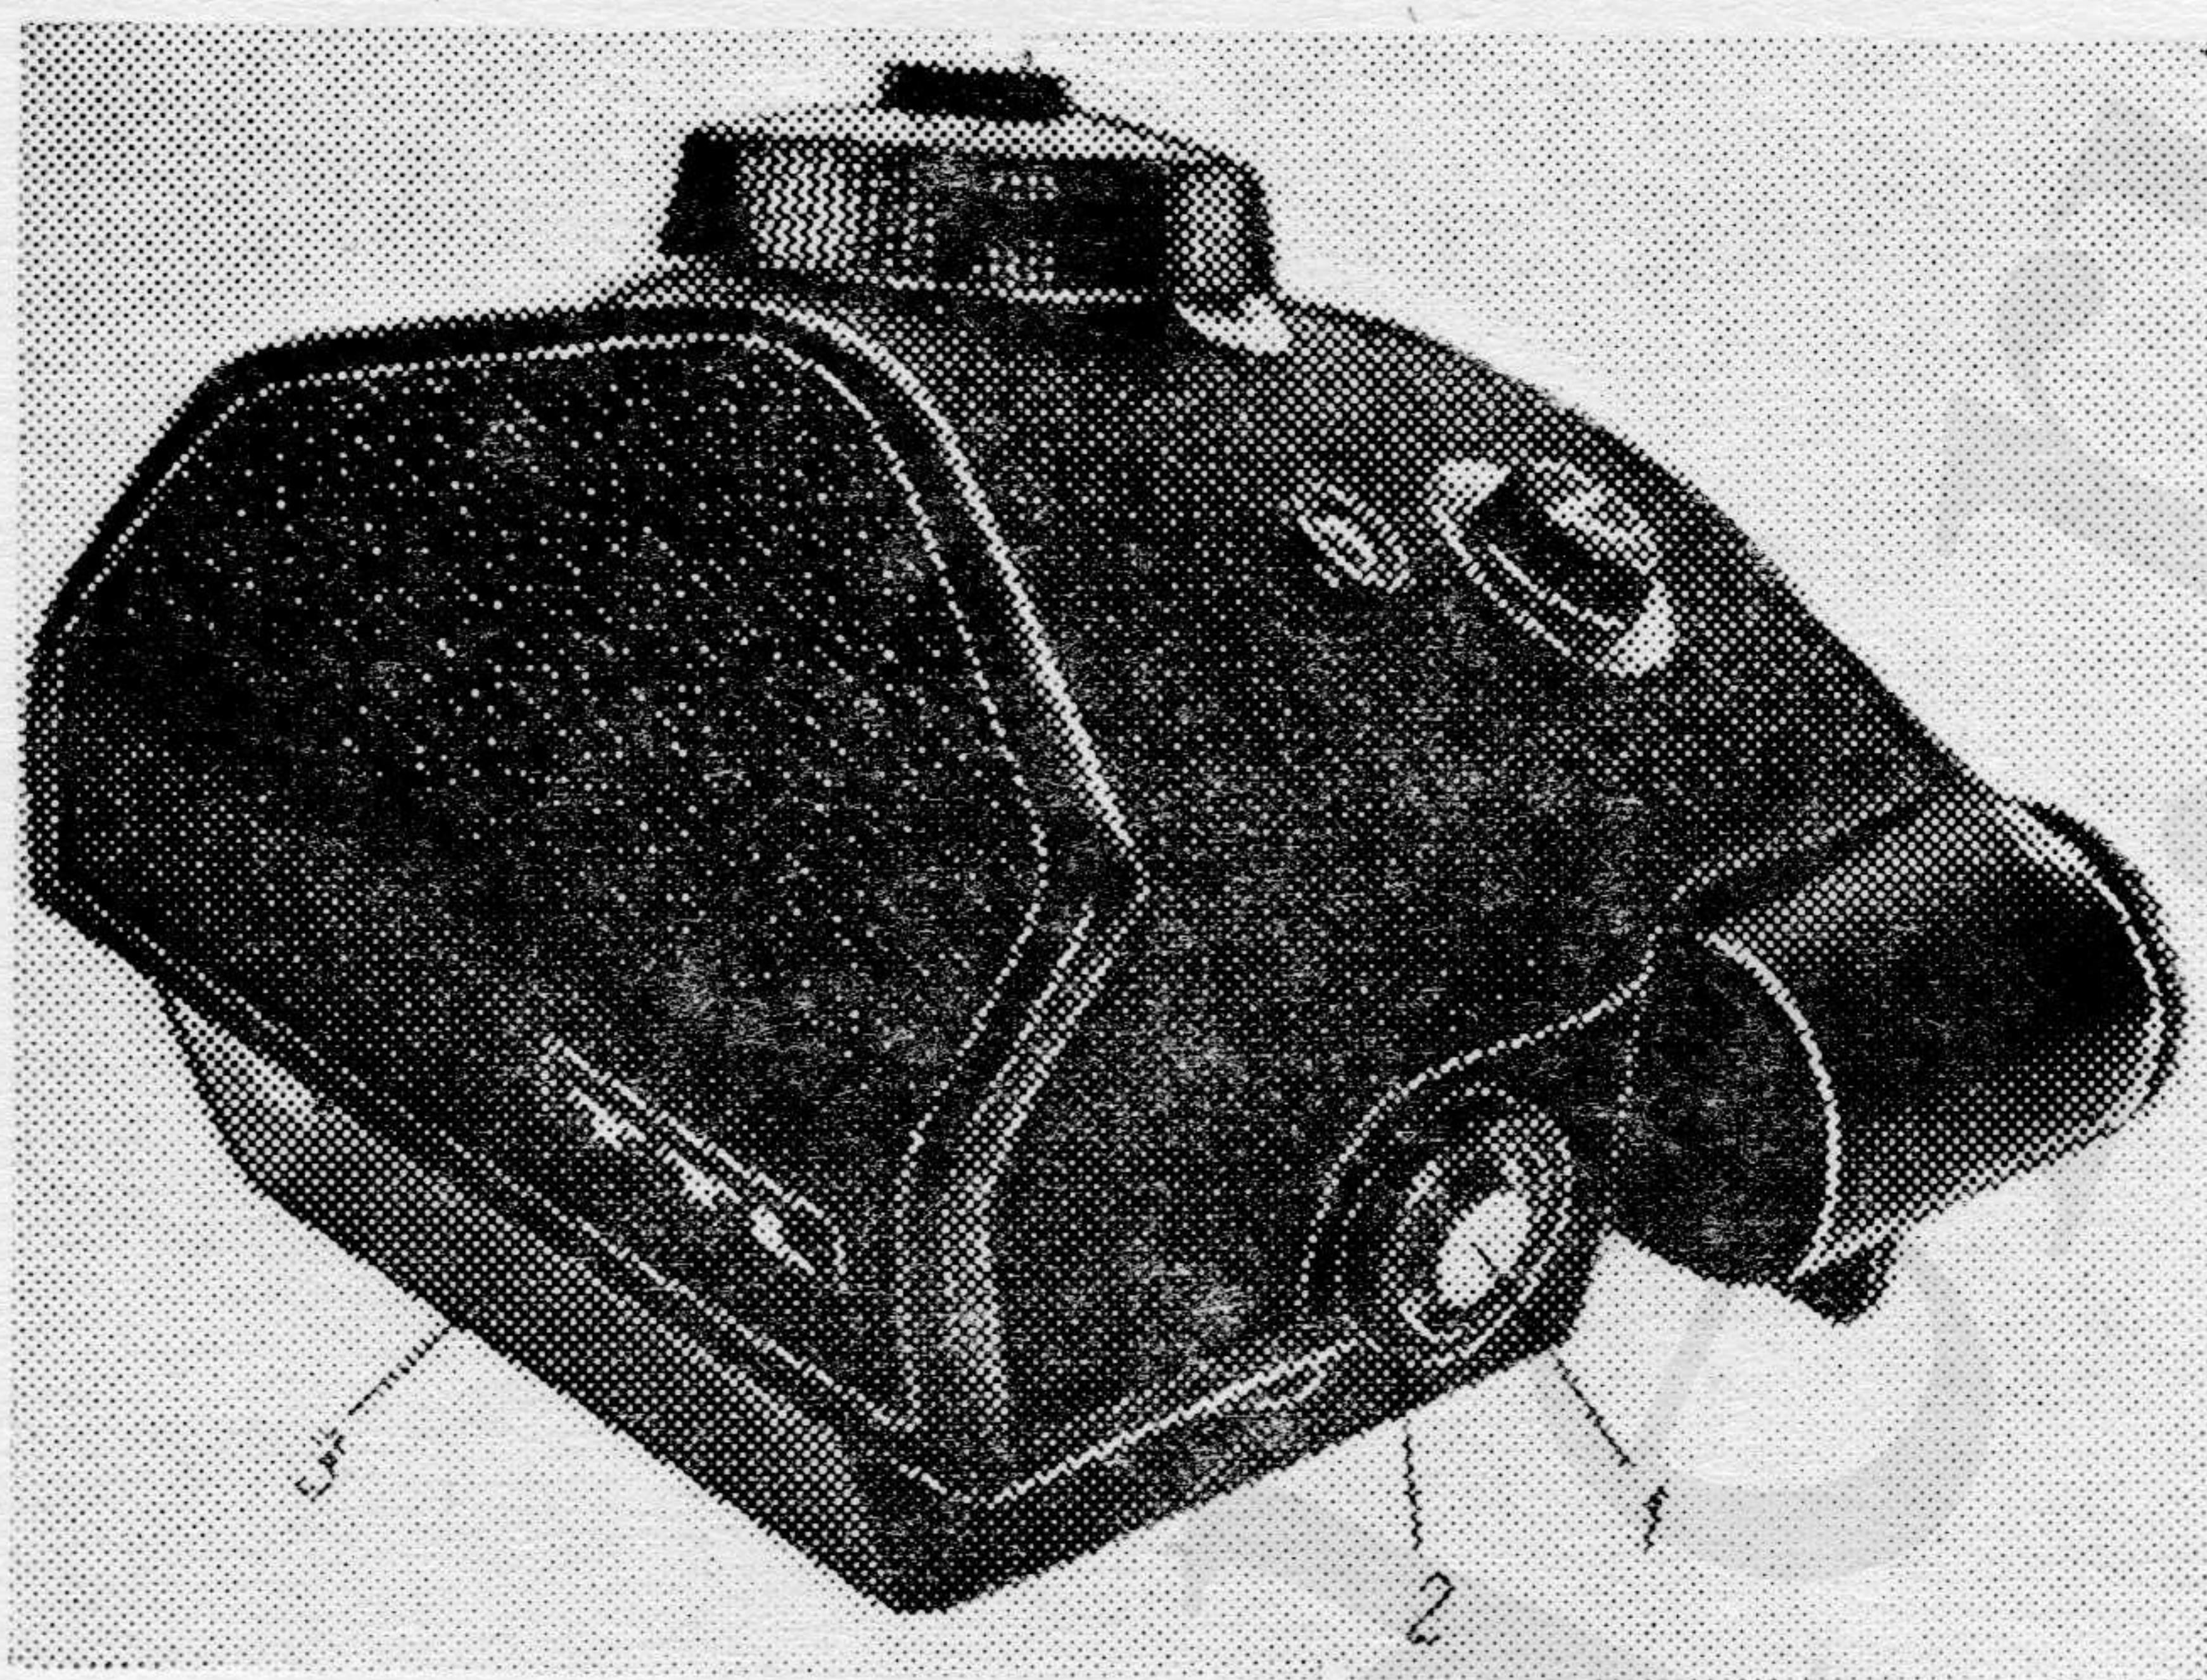

Рис. 1. Общий вид визира призменного TTL
Повернуть втулку 2 (рис. 1) по часовой стрелке до совмещения красных точек. Нажать на кнопку 1 и снять крышку 3.
7.2. Установить предохранительную крышку 3 (рис. 1) призмы на основание визира под прижимы и зафиксировать втулкой 2, повернув ее против часовой стрелки до упора.